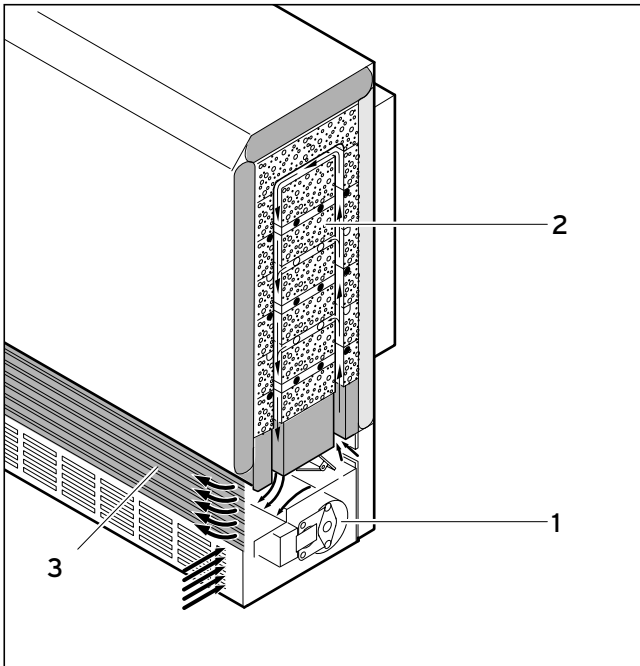

Abb. 1.2 Funktionsweise des VSF
1.4 Funktionsweise des VSF (Abb. 1.2)